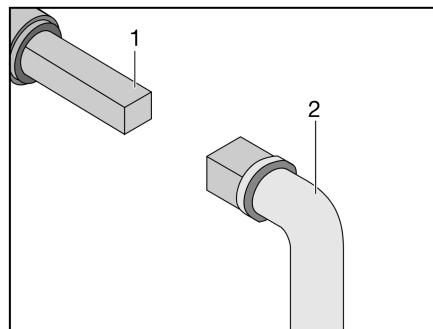

Bild 222 Bedienung Abwasserhahn
- Schlüssel (Bild 222,2) auf Vierkant (Bild 222,1) stecken.